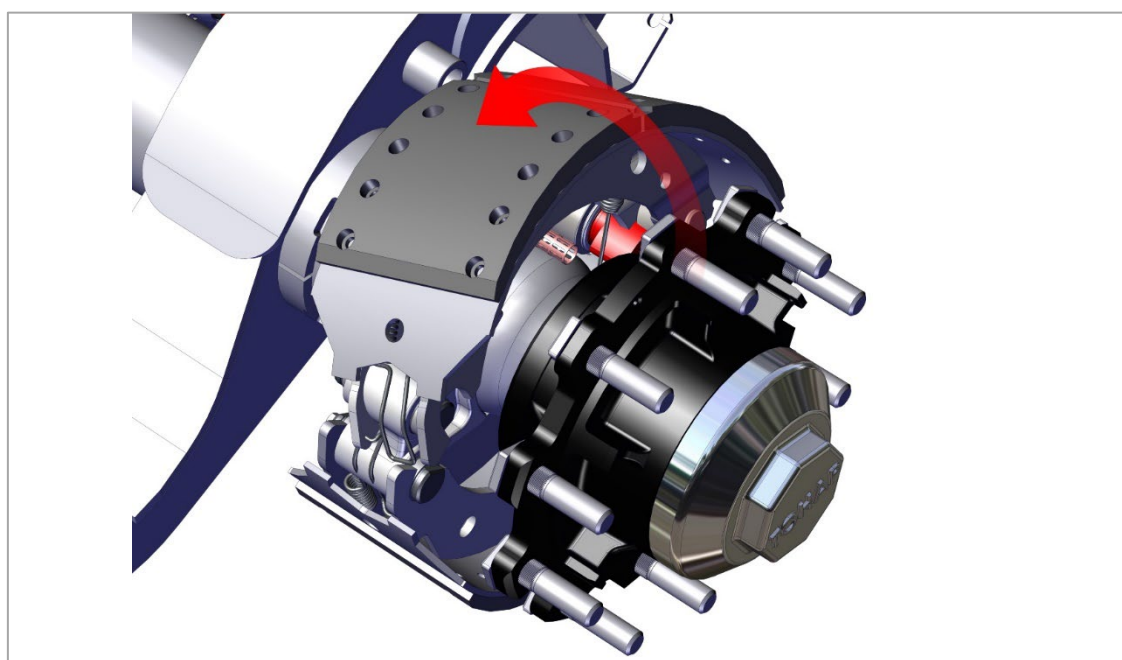

Рис. 35. Снятие тормозной колодки
4) Наклоните верхнюю тормозную колодку над кулачком и осью моста и снимите её, как показано на рис. 35.